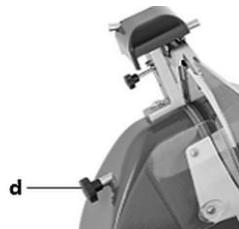

Рис. 12
2. Для того чтобы снять для очистки защитный кожух ножа (3), ослабить винт (d) сзади прибора (рис. 12) и нажать на него в направлении кожуха ножа (3).
3. Снять защиту ножа (3) с прибора.